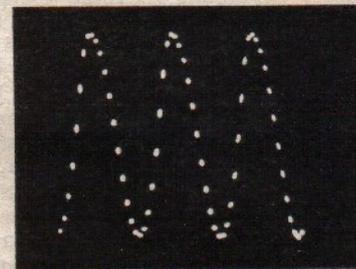

Abb. 2. Hellsteuerung d. Oszillogramms der Spannung mit unbekannt Frequenz
Hierin ist N_{fx} die Anzahl der Perioden der unbekannt Frequenz N_p die Anzahl der Hell-Punkte. In Abb. 2 war $f_n = 100$ Hz, $N_{fx} = 3$ und $N_p = 60$; hieraus ergibt sich nach (1) $f_x = 5$ Hz.